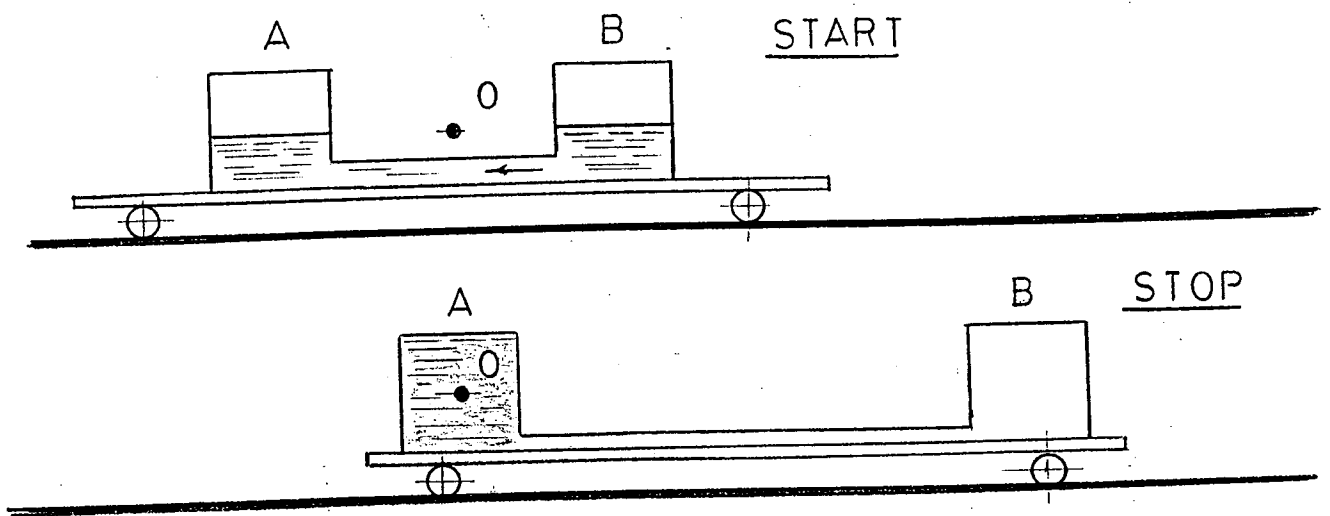

Fig. 3-4
- d. Внесём в процесс пункта (c) следующее дополнение, будем постепенно увеличивать скорость жидкости в трубе от u до $2u$, тогда импульс изменится от P до $2P$, следовательно и скорость тележки изменится от V до $2V$, см. Fig. 3-4